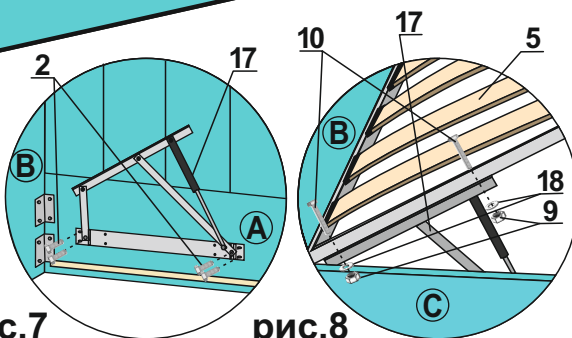

рис.7
Газлифт крепится на подъемный механизм цилиндром вверх, как на схеме (рис.7)
8. Установка подъёмного механизма (см. рис.7)